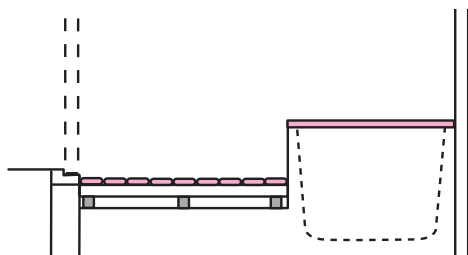

図 7-8 浴室用すのこによる段差解消のイメージ
① 環境との適合条件
- 浴室用すのこを設置することで、浴槽縁の高さは低く、浴槽底と洗い場の段差は大きくなります。この項の課題は歩けることが条件ですから、段差を完全に解消する必要はなく、本人の段差昇降能力に照らし、許容できる範囲の段差を残すことは可能です。(図 7-8)